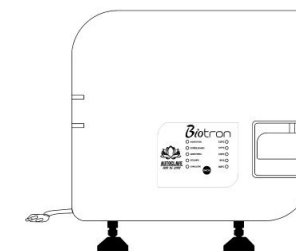

Figura 6 – Fechamento da Autoclave
- ✓ Ao término da esterilização deverá ser aberta a válvula situada na parte de traz do equipamento, nesse momento a autoclave despressurizará, ao término da despressurização (quando não mais se ouvir o barulho de ar saindo pela mangueira), poderá ser aberta a porta do equipamento. Para abrir usar um pano ou uma luva térmica. A luz acesa passará a ser **SECANDO**. (Figura 6 – Secagem da Autoclave).